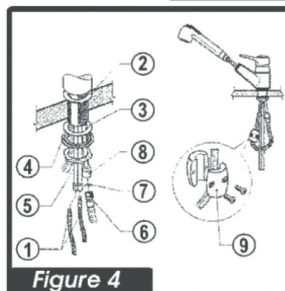

Figure 4
- Evier à douchette Figure 4 / 4 bis
Figure 4 bis